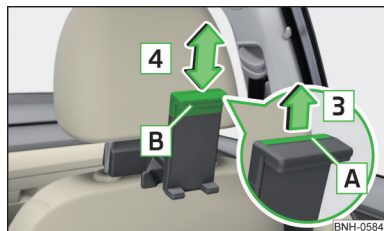

Fig. 98
► Para **ajustar el tamaño del soporte** tirar el cinturón de seguridad en el sentido de la flecha y desplazar la parte en el sentido de la flecha en la posición deseada » fig. 98.